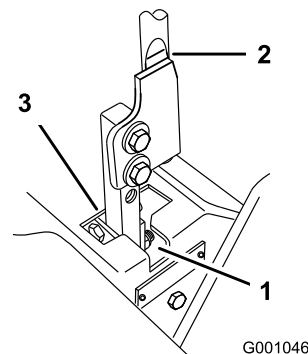

Figure 69
5. Placez le levier au point mort, sans le verrouiller (Figure 69).
6. Tirez le levier en arrière jusqu'à ce que l'axe de chape (situé sur le bras au-dessous de l'axe de pivot) touche l'extrémité de la fente (c.-à-d. commence juste à appuyer sur le ressort) (Figure 69).
7. Vérifiez la position du levier par rapport au cran de la console (Figure 69). Il doit être centré de façon à pouvoir pivoter vers l'extérieur jusqu'à la position de verrouillage du point mort.